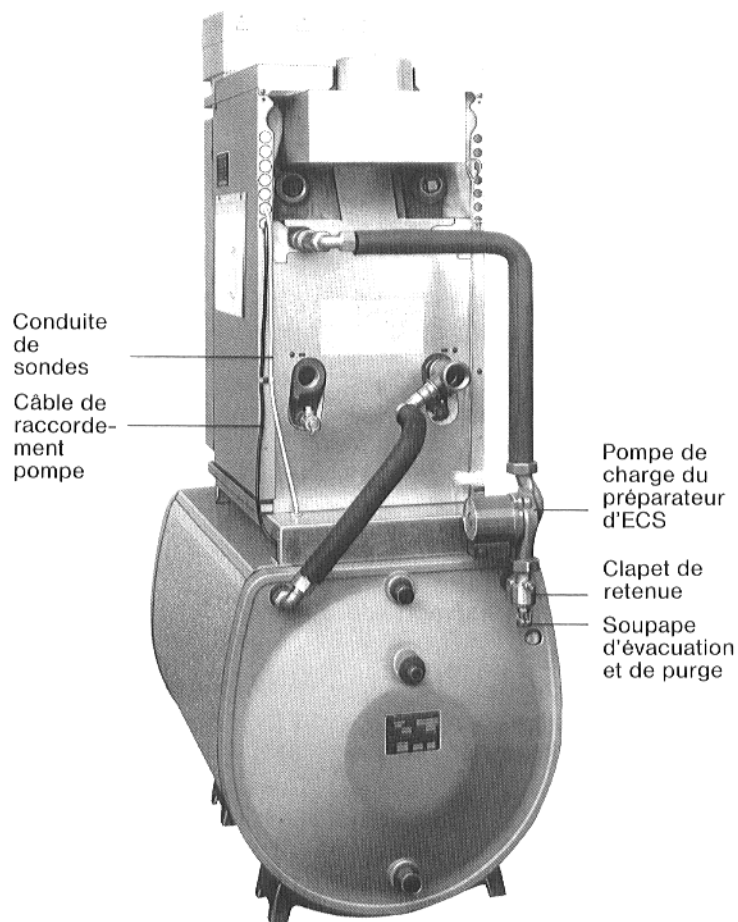

Fig. 8: G_224 E TT 200, vue arrière
4. Insérer l'orifice passe-câble (nipple de torsade) dans le forage de la tôle de fond en passant au long de la conduite de sondes (Fig. 8). Fixer la conduite de sondes sur le rebord du panneau latéral au moyen d'une bride de fixation et guider par l'orifice passe-câble et par le conduit de câble monté dans le panneau arrière de la chaudière à l'appareil de régulation (Fig. 8).
5. Poser le câble de raccordement pompe sous la tôle de fond de la chaudière, fixer au moyen des brides de fixation et guider par l'orifice passe-câble et par le conduit de câble à l'appareil de régulation (Fig. 8).